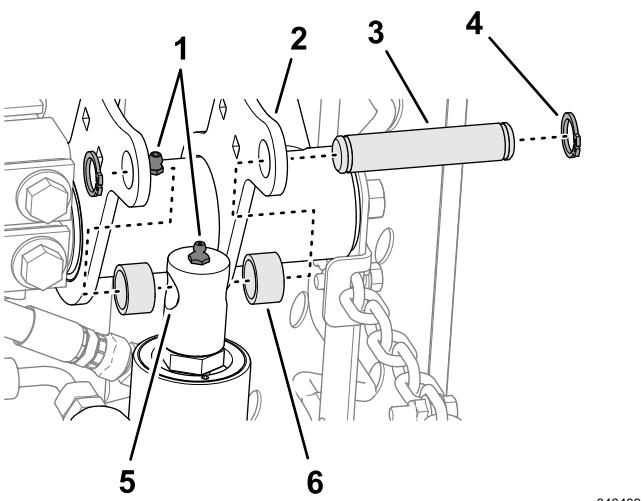

Figura 15
4. Mueva lentamente la varilla del cilindro de elevación hasta que quede alineada con los taladros en las bridas del brazo de elevación derecho (Figura 15).
5. Monte la varilla en las bridas con el pasador de montaje, 2 espaciadores y 2 anillas a presión (Figura 15).
6. Aplique grasa de litio n.º 2 a los engrasadores del brazo de elevación y el cilindro hidráulico (Figura 15).
1. Alinee los taladros de las placas del bastidor de tiro trasero con los taladros de las placas de montaje de la unidad de corte (Figura 15).